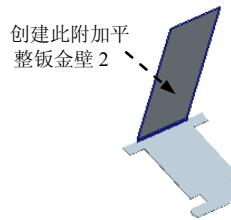
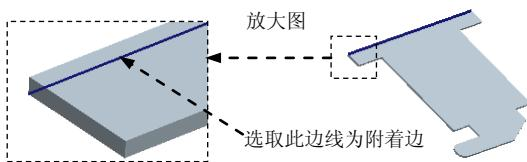
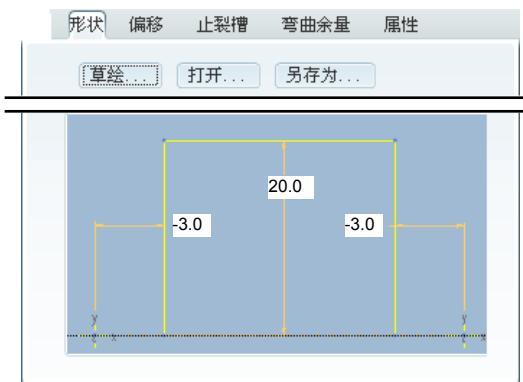

图 11.6.7 创建附加平整钣金壁 2
图 11.6.8 定义附着边
图 11.6.9 “形状”选项卡
Step4. 创建图 11.6.7 所示的附加平整钣金壁 2。选择下拉菜单 **插入(I) → 钣金件壁(W) → 平整(L)...** 命令，选取图 11.6.8 所示的模型边线为附着边，平整壁的形状类型为 **矩形**，在操控板的 **△** 图标后面的下拉列表中输入数值 80.0；单击 **Z** 按钮；单击 **止裂槽** 按钮，在系统弹出的选项卡 **类型** 下拉列表中选择 **扯裂** 选项；单击 **形状** 按钮，在系统弹出的选项卡中设置图 11.6.9 所示的值，确认 **J** 按钮被激活，在其后的文本框中输入折弯半径值 0.1；折弯半径所在侧为 **内侧**。
说明：在图 11.6.9 所示的“形状”选项卡中修改尺寸值的具体操作方法是，双击要修改的尺寸，在激活的文本框中输入要修改的数值，然后单击 Enter 键确认；也可以单击 **草绘...** 按钮进入草绘环境中对尺寸值进行修改。